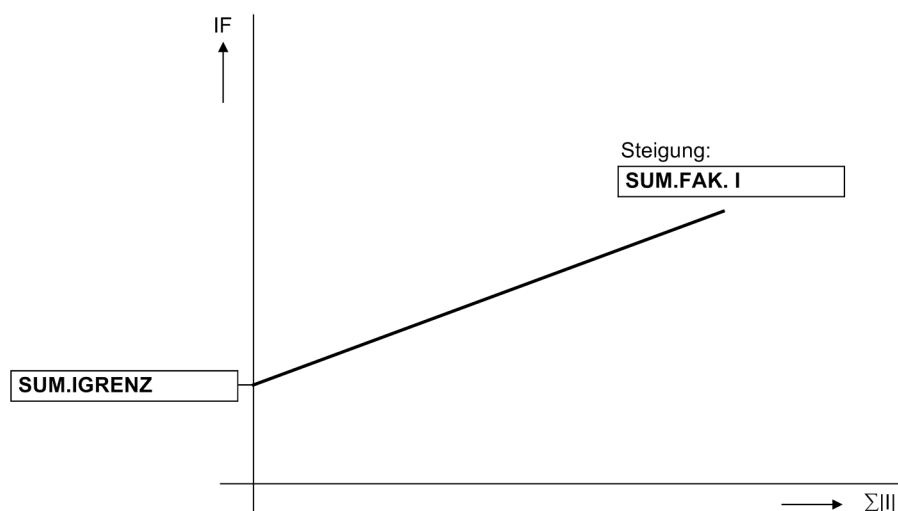

Bild 2-45 Stromsummenüberwachung
**SUM.IGRENZ** (Adresse 8106) und **SUM.FAK. I** (Adresse 8107) sind Einstellparameter. Der Anteil **SUM.FAK. I** · Imax berücksichtigt zulässige stromproportionale Übersetzungsfehler der Eingangsübertrager, die insbesondere bei hohen Kurzschlussströmen auftreten können (Bild 2-45). Das Rückfallverhältnis beträgt ca. 97 %.